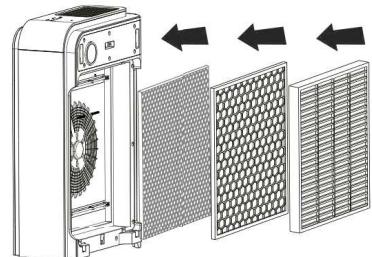

Abb. 5
6. Setzen Sie nacheinander folgende Filter in das Gerät ein (Abb.5):
- Fotokatalyse-Filter (5) (in Form von Bienenwaben)
- Aktivkohlefilter (4) (schwarz)
- HEPA - Filter (3) (weiß)